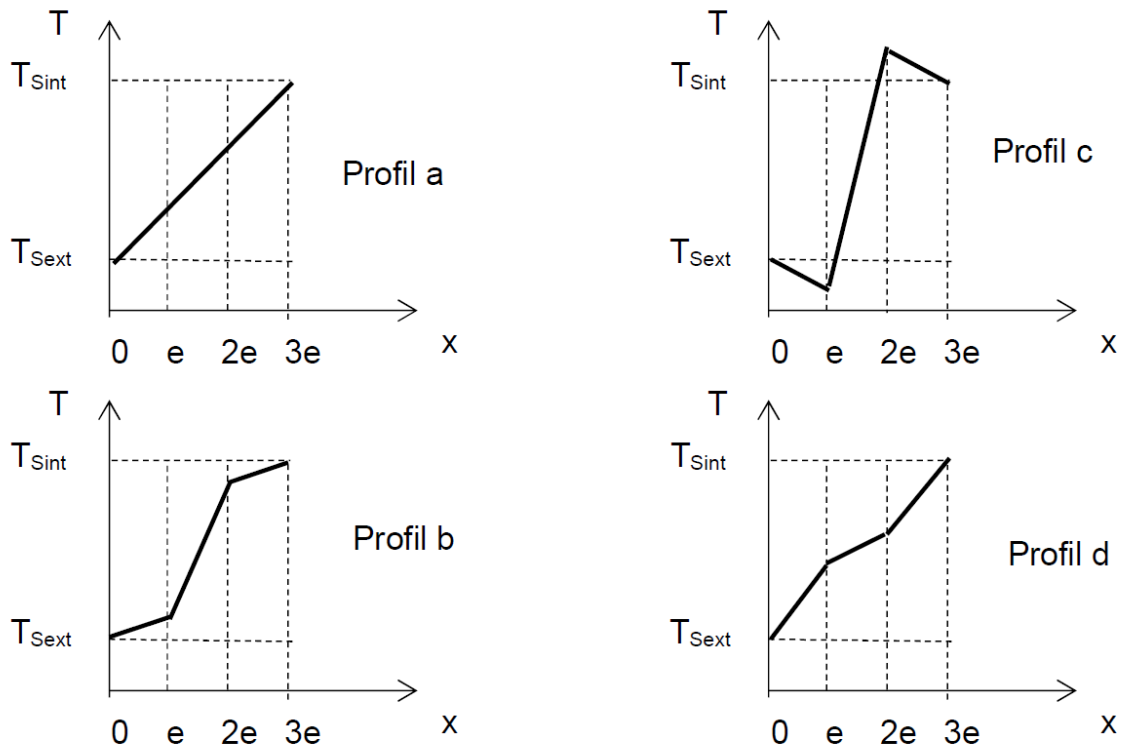

Figure 3 - Profils de température
- Q6.** On repère les différentes interfaces par leurs abscisses x . L'interface air extérieur – verre se situe en $x = 0$. On suppose $T_{ext} < T_{int}$. Précisez sans justification parmi les profils de température proposés sur la **figure 3** celui qui correspond à cette fenêtre.
Le moteur à quatre temps a été décrit pour la première fois en 1862 par l'ingénieur Alphonse Beau. Ce cycle est décrit par l'air (pris à l'extérieur à la pression atmosphérique p_0), assimilé à un gaz parfait diatomique, qui évolue entre un volume minimal V_1 et un volume maximal $V_2 = \alpha V_1$ avec le taux de compression $\alpha > 1$. Il est représenté sur la figure 3 en échelle doublement logarithmique dans le diagramme de Clapeyron.